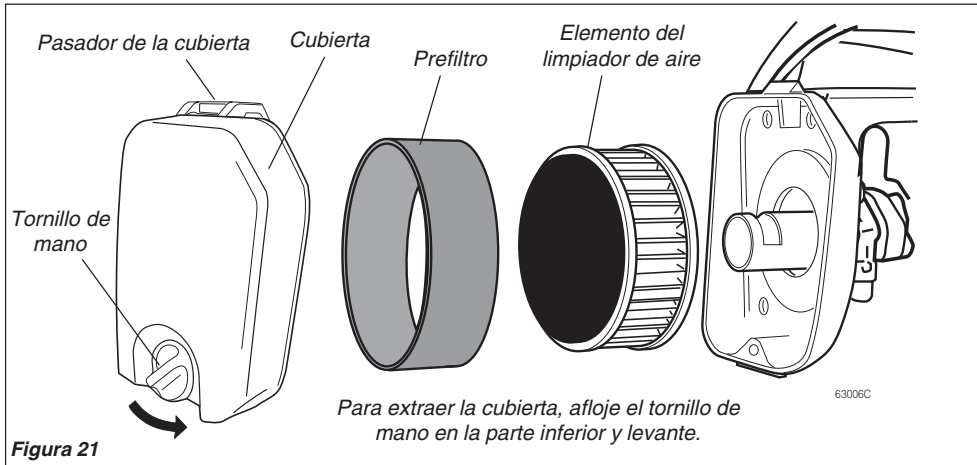

Figura 21
1. Extraiga la cubierta del limpiador de aire aflojando el tornillo de mano y levante. Consulte la figura 21.